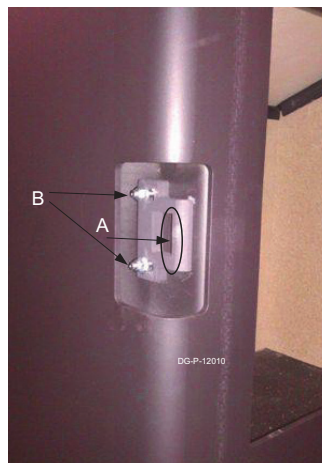

Fig. 1
- lubrificare eventualmente la parte interna della piastrina di chiusura con un po' di grasso resistente al calore (Fig. 1, A);
- se necessario lo sportello si può regolare spostando leggermente la piastrina di chiusura e svitando un po' le due viti in metallo con testa a croce (Fig. 2, C) e i dadi autobloccanti (Fig. 1, B);
- svitare di un giro i controdadi (Fig. 1, B) di modo che la piastrina di chiusura si sposti di poco. Spostare la piastrina di chiusura di un mm, accertarsi che la parte anteriore della piastrina di chiusura rimanga parallela alla parte anteriore.
Attenzione è importante che l'evacuazione dei fumi sul soffitto (rosone o raccordo adatto per tubo in acciaio inox da 150 mm) si trovi a 190 mm dal centro alla parete (vedi fig. 1). Se questa distanza è inferiore o superiore devono essere utilizzate delle curve.